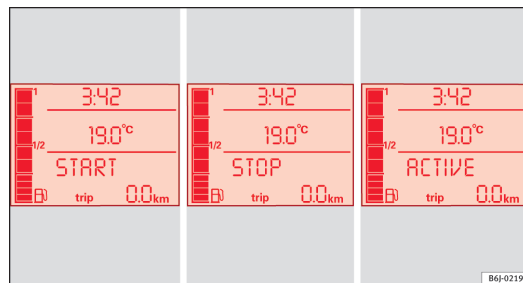

Abb. 101 Anzeige am Display des Kombiinstrument während des Start-Stopp-Betriebs
- Am Display des Kombiinstrumentes wird der Funktionszustand des Start-Stopp-Systems angezeigt ⇒ Abb. 101.